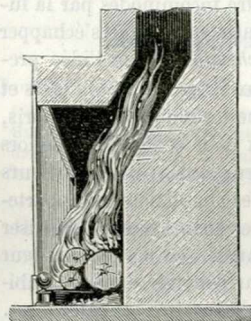

Fig. 70.
**Cheminées perfectionnées.** — 1. Les premières tentatives pour améliorer la construction des cheminées se trouvent exposées dans l'*Architecture des bâtiments particuliers*, de François Savot, qui parut en 1624, et dans la *Mécanique du feu*, de Nicolas Gauger, publiée en 1713 ; mais elles ne furent réalisées pratiquement que beaucoup plus tard, par le physicien anglo-américain Rumford1. Ce savant diminua la profondeur du foyer, remplit les deux côtés par des parois obliques, abaissa le tablier et y adapta un registre pour régler le tirage (fig. 70). De